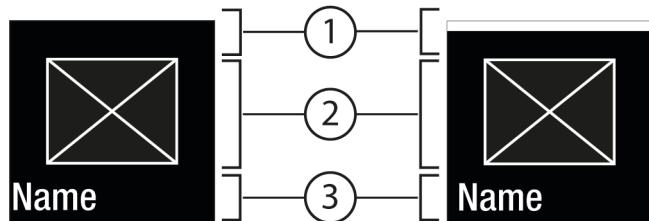
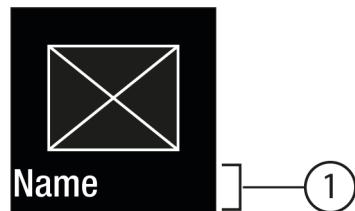

Fig. 6
Fig. 7
- С помощью Подтвердить Fig. 5 (2) вызвать Подменю Fig. 7 (4).
- Установка нового значения: С помощью Подтвердить Fig. 5 (2) выбрать деактивированное значение Fig. 6 (1).
- Назад в меню: С помощью Подтвердить Fig. 5 (2) выбрать уже активированное значение Fig. 6 (2).
Мигающее число Устройство работает. Температура мигает, пока не будет достигнуто настроенное значение.	Настройка температуры ► Нажмите на Подтвердить Fig. 5 (2). ► Раздастся звуковой сигнал подтверждения. ► Состояние: активировано Fig. 6 (1) появляется недолго в Подменю Fig. 7 (4). ► Дисплей переключается обратно в меню.
- Состояние: активировано Fig. 6 (1) появляется недолго в Подменю Fig. 7 (4).